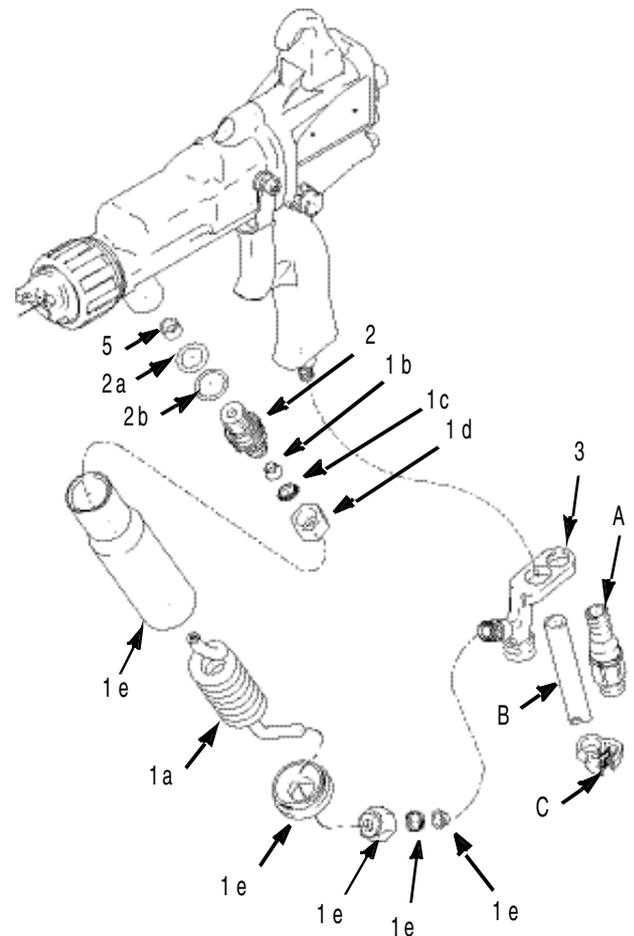

Abb. 3. Umrüstsatz 244919
6. Den neuen Winkel (3) aus dem Satz locker installieren. Siehe Abb. 3.
7. Den Distanzring (5) in den Einlass des Pistolengehäuses geben. Dielektrisches Fett (4) von Graco auf die O-Ringe (2a, 2b) und auf beide Gewinde des Materialfittings (2) auftragen. Den Fitting in den Einlass des Pistolengehäuses drehen.
8. Die Mutter (1d) auf den Fitting (2) schrauben. Vor dem Festziehen der Mutter (1d) sicherstellen, dass die Klemmringe (1c und 1b) auf dem Schlauch (1a) sind und am Fitting (2) sitzen.
10. Das Ende des gewundenen Schlauchs (1a) in die Klammer (3) schieben. Sicherstellen, dass die Klemmringe (1c, 1b) am Winkel sitzen.
11. Den Winkel durch Festziehen des Drehgelenks (A) befestigen. Die Mutter (1d) anziehen. Abluftrohr (B) und Klemme (C) wieder einbauen.